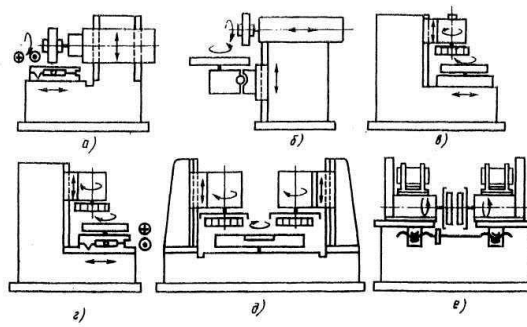

Рисунок 40 - Схеми компоновок плоскошліфувальних верстатів
- з прямокутним столом і горизонтальним шпинделем (рис. 40, а);
- з круглим столом і горизонтальним шпинделем (рис. 40, б);
- з круглим столом і вертикальним шпинделем (рис. 40, в, г);
- з прямокутним столом і вертикальним шпинделем (рис. 40, д);
- з прямокутним столом і двома горизонтальними шпинделями (рис. 40, е).